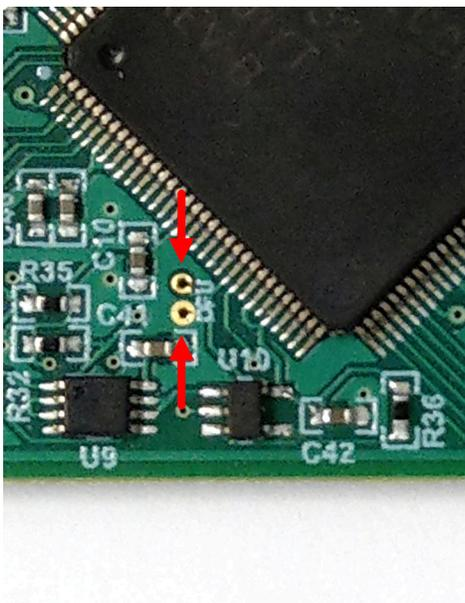

图 3-1. 用于手动进入 DFU 模式的测试点
- 使用一对镊子 (或导线) 短接标记为 *DFU* (如图 3-1 所示) 的两个测试点时，按下并松开 *RESET* 按钮。